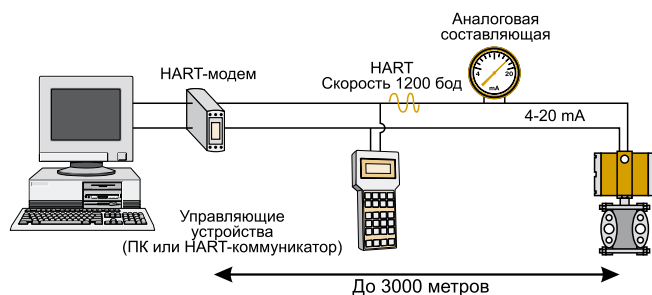

Рис. 1. Режим передачи цифровой информации одновременно с аналоговым сигналом
*Режим передачи цифровой информации одновременно с аналоговым сигналом* представлен на рис. 1. Обычно в этом режиме датчик работает в аналоговых АСУТП, а обмен по HART-протоколу осуществляется посредством портативного контроллера – HART-коммуникатора (например, Метран-650) или компьютера (например, с использованием конфигурационной программы H-Master, через HART/RS-232 модем Метран-681). При этом можно удаленно осуществлять полную настройку и конфигурирование датчика.